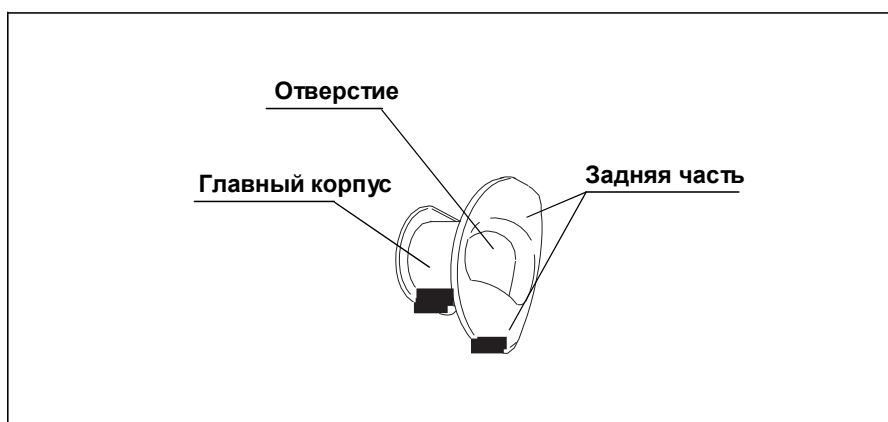

Рис. 3.11
1. Убедитесь, что ротовой наконечник не имеет трещин, деформаций или выцветания (см.Рис. 3.11).
2. Кончиками пальцев, проверьте на значительные трещины или иные дефекты по всей поверхности ротового наконечника (Рис. 3.11).